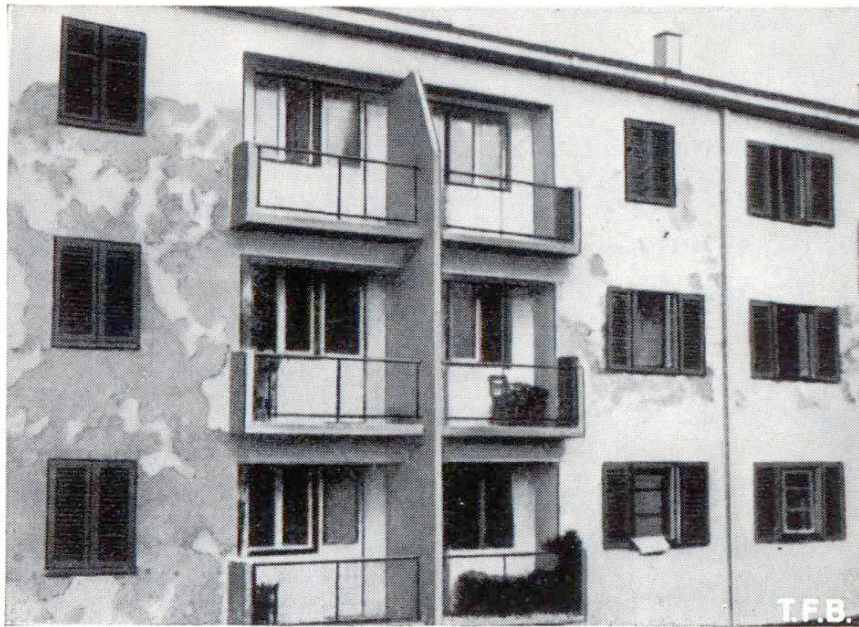

Fig. 3 Décollement d'un enduit appliqué sur une surface mal nettoyée
- surface sâle ou insuffisamment nettoyée (fig. 3).